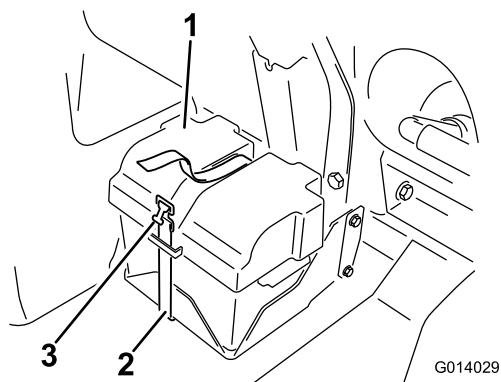

Figure 16
- Déposez le couvercle de la batterie (Figure 16) et débranchez le câble négatif de la batterie.
10. Fixez le couvercle au compartiment de la batterie (Figure 16) avec la barrette.